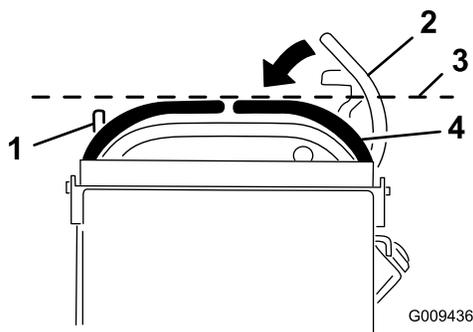

Figura 69
3. Spingete in giù la leva di controllo del movimento destra per toglierla dalla posizione di blocco in folle (Figura 69).
4. Controllate se la leva di controllo del movimento destra è allineata orizzontalmente con la leva di controllo del movimento sinistra (Figura 69).